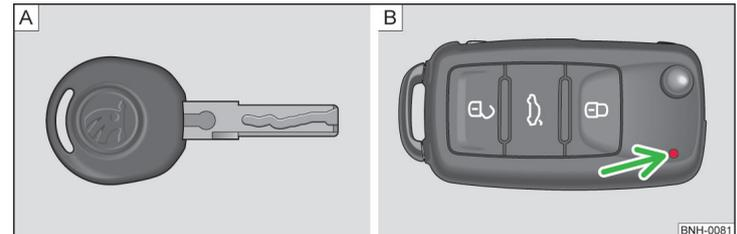
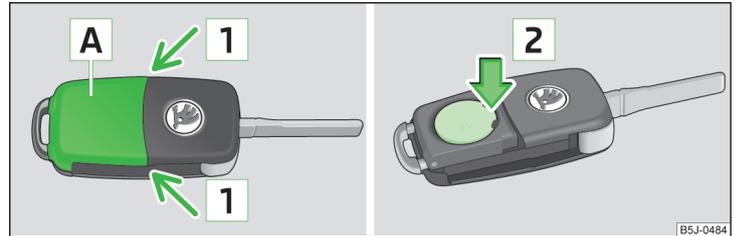

Abb. 25 Schlüssel: ohne Fernbedienung / mit Fernbedienung
Abb. 26 Funkschlüssel: Deckel abnehmen / Batterie herausnehmen
Mit dem Fahrzeug werden zwei Schlüssel ausgeliefert. Je nach Ausstattung kann Ihr Fahrzeug mit Schlüsseln ohne Funkfernbedienung » Abb. 25 - A) oder mit Funkfernbedienung » Abb. 25 - B) ausgestattet sein.
Jeder Funkschlüssel enthält eine Batterie, die unter dem Deckel **A** untergebracht ist » Abb. 26. Wenn die Batterie entladen ist, blinkt nach dem Drücken einer Taste auf dem Funkschlüssel die rote Kontrollleuchte » Abb. 25 auf Seite 43 - **B**) nicht. Wir empfehlen Ihnen, die Schlüsselbatterie von einem Fachbetrieb wechseln zu lassen. Falls Sie jedoch die entladene Batterie selbst wechseln möchten, gehen Sie wie folgt vor.
- Die Batterieabdeckung mit dem Daumen oder mit einem flachen Schraubendreher im Bereich der Pfeile **1** abdrücken » Abb. 26.